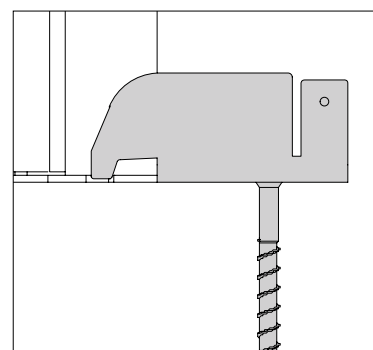

Fig. A4.21
3. Fissare il supporto per tubi HSA (55) con la vite di ancoraggio 14/20 x 130 (52) (art. 124777) sul pavimento in calcestruzzo. (Fig. A4.21)